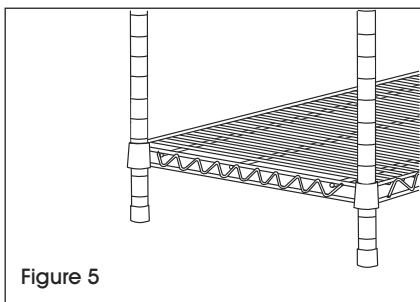

Figure 5
3. Stand unit upright. Gently tap shelf down to secure it. (See Figure 5)
3. Placez l'unité à la verticale. Tapotez délicatement le plateau vers le bas pour le fixer. (Voir Figure 5)